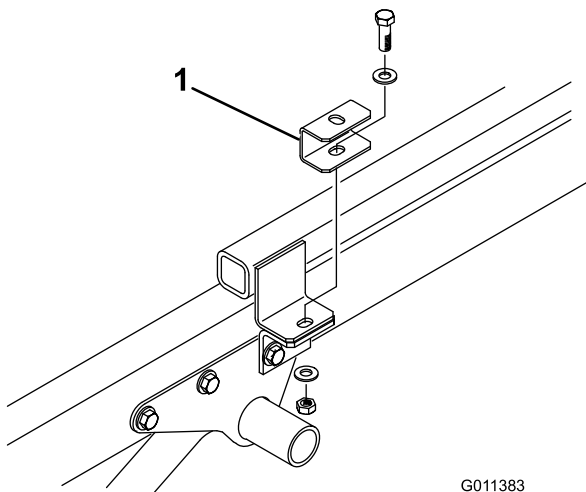

Bild 7
- Befestigen Sie eine Distanzstückaufnahme mit der vorher entfernten Kopfschraube, den zwei Flachscheiben und der Sicherungsmutter oben an jeder Anbauvorrichtungsrahmenlasche (Bild 7).
- Positionieren Sie die Maschine auf dem Fahrzeugrahmen des Workman-Fahrzeugs, indem Sie die Löcher in den hinteren Befestigungshalterungen mit den Löchern in jeder Seite des Rahmens ausrichten (Bild 7).